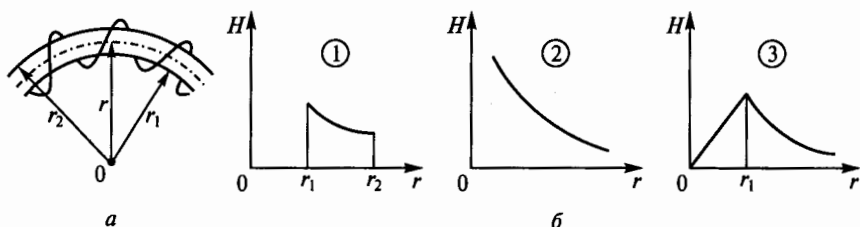

Рис. 42
**2.7.** Какой из трех приведенных на рис. 42, б графиков правильно отражает зависимость напряженности  $H$  от расстояния  $r$  до центра катушки, показанной на рис. 42, а?